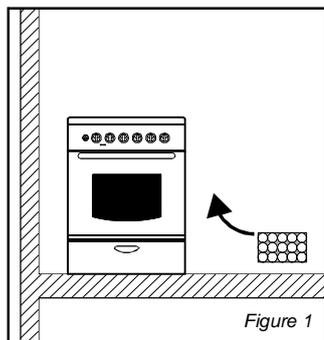

Figure 1
• Les gaz brûlés de la cuisinière doivent être directement évacués à l'extérieur ou par l'intermédiaire d'une hotte connectée à une évacuation (figure 1).